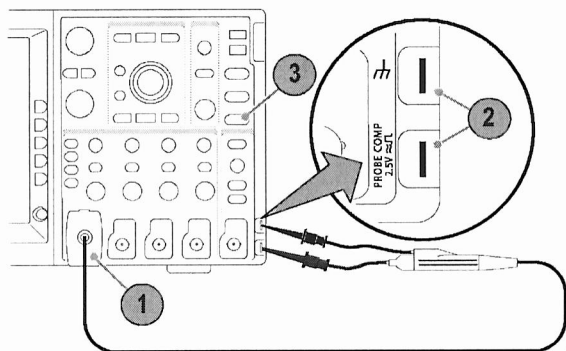

Рисунок 1
8.2.1 Подготовить осциллограф DPO4104 и пробник к работе в соответствии с ТД. Подключить пробник к любому каналу осциллографа (1) (см рисунок 1).